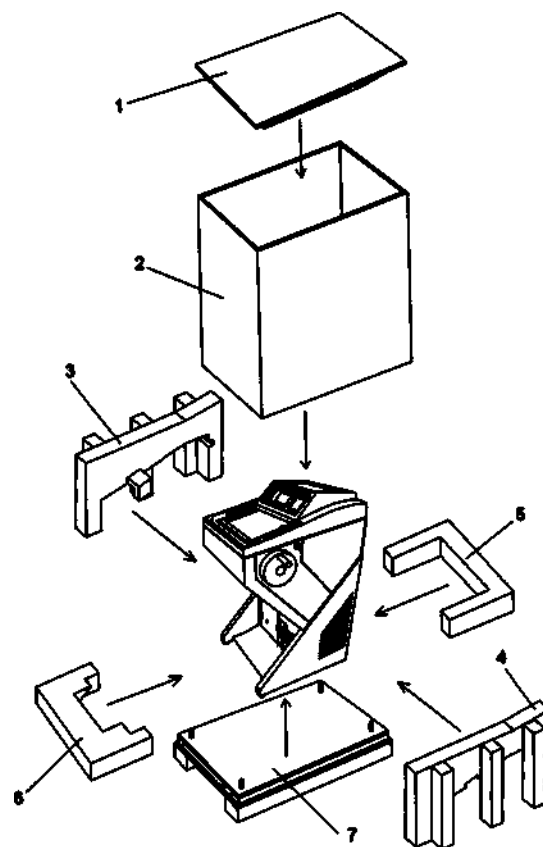

Рис. 3
Теперь верхняя деревянная крышка представляет собой наклонную плоскость (рис. 3а.1), по которой можно передвинуть криостат с помощью ручки (рис.3а.2) с поддона на основание.
- С помощью этого инструмента (рис.3b) ножки криостата следует повернуть вверх так, чтобы криостат можно было скатить с поддона и установить на основание (рис.3а3).
- С помощью ручки (рис.3а2) криостат передвигается задней стенкой вперед с основания (рис.3а3) по деревянной крышке (рис.3а1).
- Теперь криостат с помощью ручки (рис.3а2) можно передвинуть на место его установки.
Рис. 3а
Рис. 3б